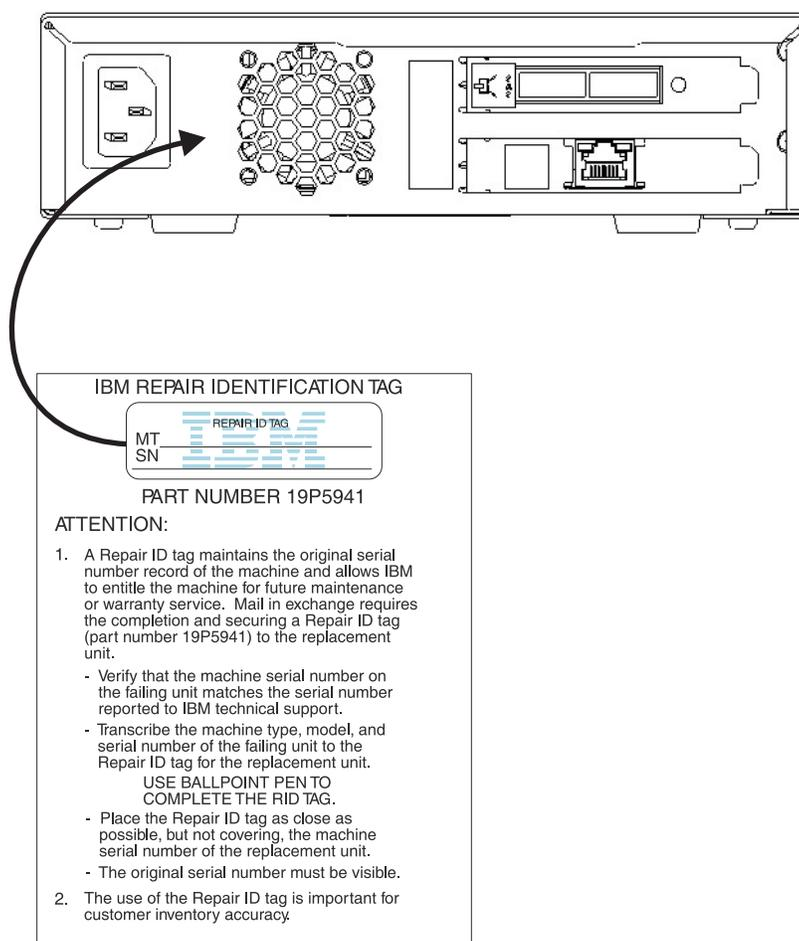

Figure 14. Etichetta RID sul pannello posteriore
2. Individuare l'etichetta di identificazione riparazione (ossia RID - repair identification) inclusa con l'unità di sostituzione. Consultare Figure 14.